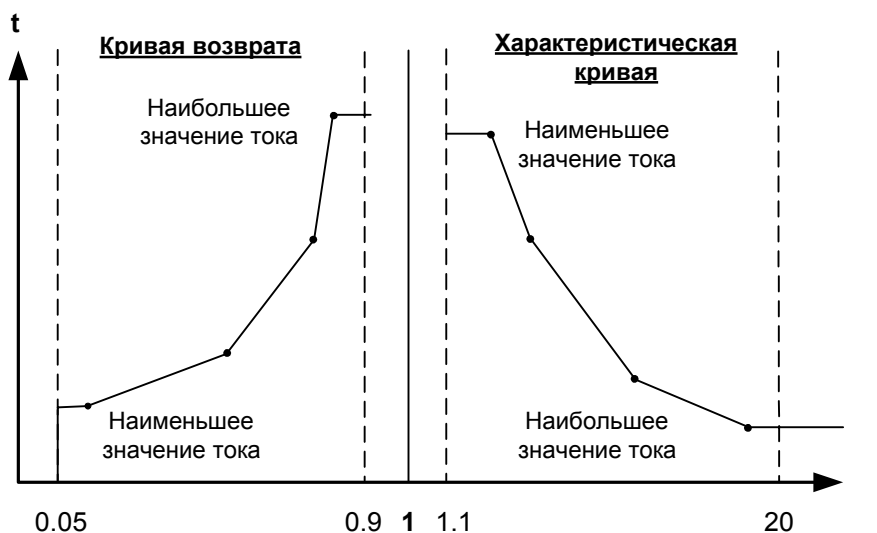

Рисунок 6-18 Использование определяемой пользователем характеристической кривой
- Если величина протекающего тока меньше введенного значения наименьшего тока, то это не приведет к увеличению выдержки времени на отключение больше, чем на время, соответствующее введенной величине наименьшего тока. Характеристическая кривая (смотри Рисунок 6-18) имеет постоянное значение выдержки времени на отключение для токов меньших, чем наименьшее введенное значение.
- Если величина протекающего тока больше введенного значения наибольшего тока, то это не приведет к уменьшению выдержки времени на отключение меньше, чем на время, соответствующее введенной величине наибольшего тока. Характеристическая кривая (смотри Рисунок 6-18) имеет постоянное значение выдержки времени на отключение для токов больших, чем наибольшее введенное значение.
- Если величина протекающего тока больше введенного значения наибольшего тока, то это не приведет к увеличению выдержки времени на возврат больше, чем на время, соответствующее введенной величине наибольшего тока. Характеристическая кривая возврата (смотри Рисунок 6-18) имеет постоянное значение выдержки времени на возврат для токов больших, чем наибольшее введенное значение.
- Если величина протекающего тока меньше введенного значения наименьшего тока, то это не приведет к уменьшению выдержки времени на возврат меньше, чем на время, соответствующее введенной величине наименьшего тока. Характеристическая кривая возврата (смотри Рисунок 6-18) имеет постоянное значение выдержки времени на возврат для токов, меньших чем наименьшее введенное значение.